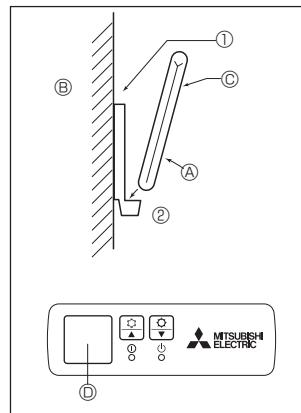
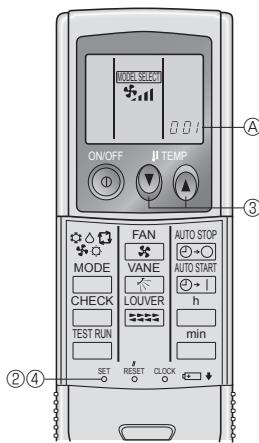

Fig. 6-2
Fig. 6-3
2) Μέθοδος εγκατάστασης (Fig. 6-2)
- ① Στερεώστε τη βάση που συγκρατεί το τηλεχειριστήριο στη θέση που θέλετε με δύο διατρητικές βίδες.
- ② Βάλτε την κάτω άκρη του τηλεχειριστηρίου μέσα στη βάση συγκρατήσεώς του.
- ③ Τηλεχειριστήριο ④ Τοίχος ⑤ Ταμπλά ενδιέξεων ⑥ Δέκτης
3) Ρύθμιση (Fig. 6-3)
- ① Τοποθετήστε τις μπαταρίες.
- ② Πατήστε το κουμπί SET (ΡΥΘΜΙΣΗ) με ένα αιχμηρό αντικείμενο.
- ③ Πιέστε το κουμπί temp ④ για να ορίσετε τον αρ. μοντέλου.
- Αν κάνατε λάθος στη λειτουργία, πατήστε το κουμπί με την ένδειξη ON/OFF ⑥ και εκτελέστε ξανά τη λειτουργία από το βήμα ③.
- ④ Πιέστε το κουμπί SET (ΡΥΘΜΙΣΗ) με ένα αιχμηρό αντικείμενο.